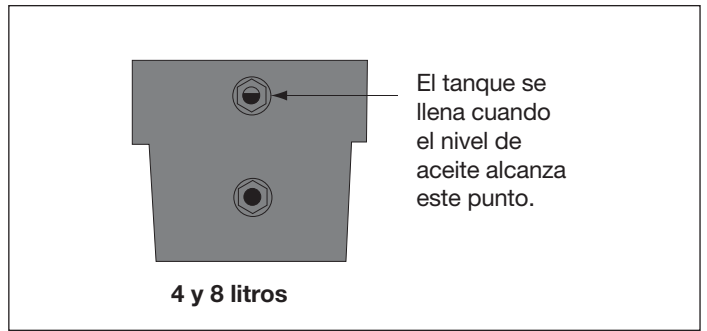

Figura 4
6. Llenar el depósito con aceite hidráulico Enerpac. El depósito está lleno cuando el nivel de aceite está en la mitad de la mirilla (véase figura 4).